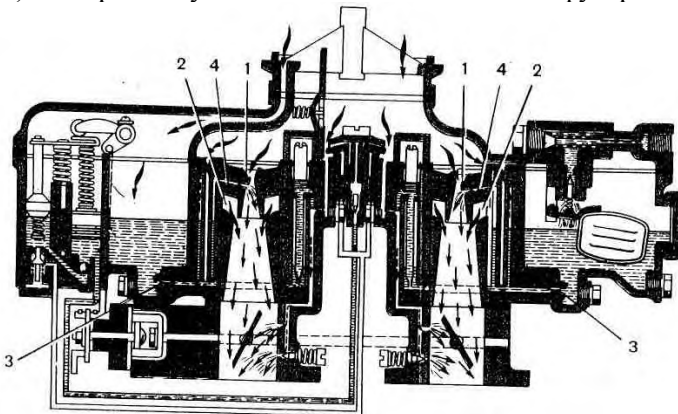

Рис. 5.7
3. При роботі двигуна на режимі середніх навантажень (рис. 5.7) повітря поступає в малий 1 і великий 2 дифузори.